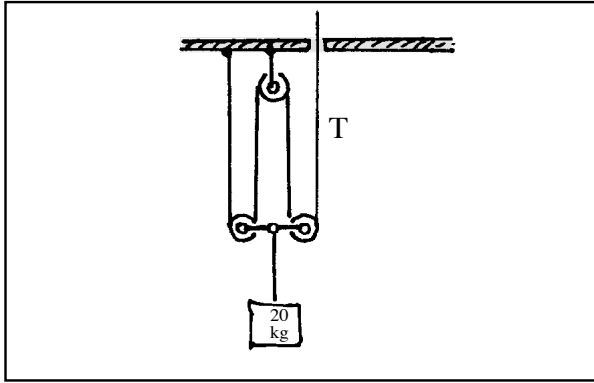

Fig. 7.13. Per l'esercizio 2
2. La corda di trazione T in fig. 7.13 viene tirata verso l'alto di 1 m. Quanta energia fluisce nel paranco?